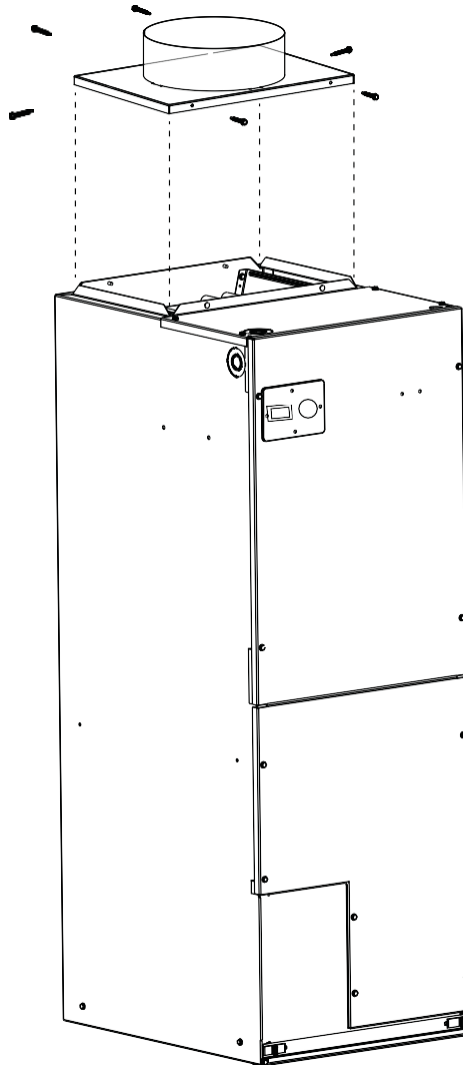

Fig. 2 – Detalle de instalacion
3. 3. Coloque el panel sobre la abertura de suministro de aire de la unidad. Ver Fig.2.
4. 4. Sujete el panel a la brida expulsada de suministro de aire utilizando el hardware proporcionado. Ver Fig.2.